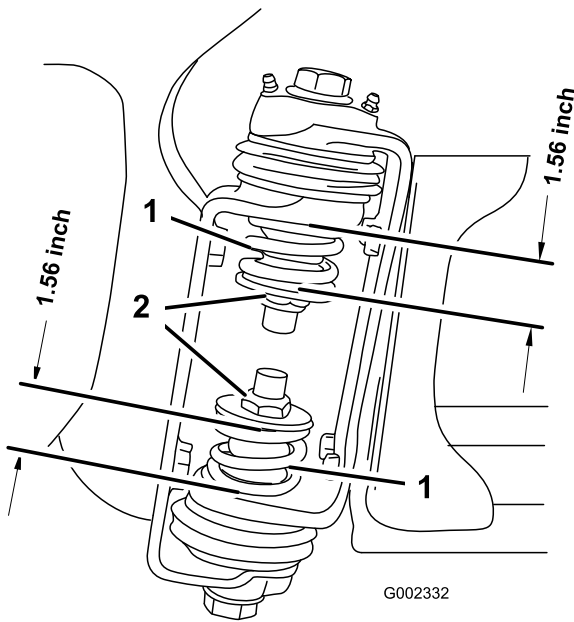

Figura 3
3. En la articulación del brazo, mida la compresión de los muelles superior e inferior, con los brazos en posición extendida (Figura 3).